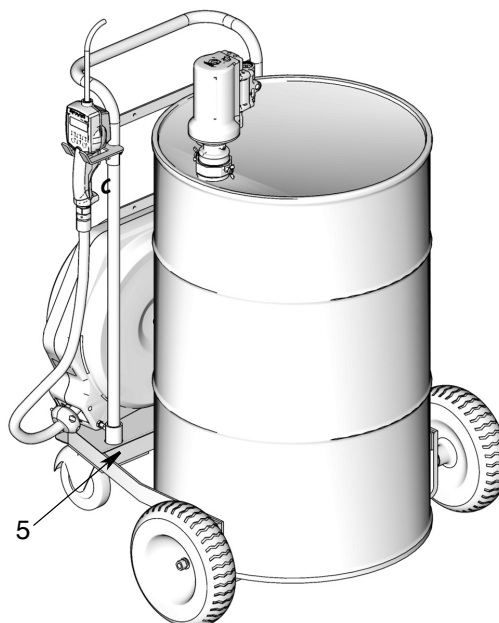

Рис. 33
6. Установка бочки на основание тележки (5) (Рис. 33).